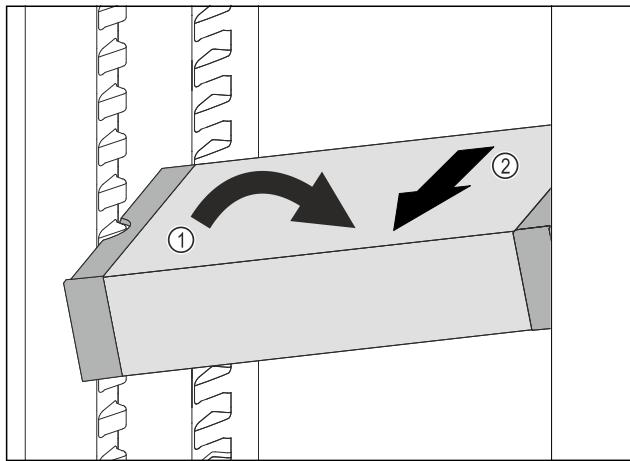

Fig. 66
- Poziționați oblic VarioSafe în frigider. Fig. 66 (1)
- Extrageți VarioSafe spre înainte. Fig. 66 (2)